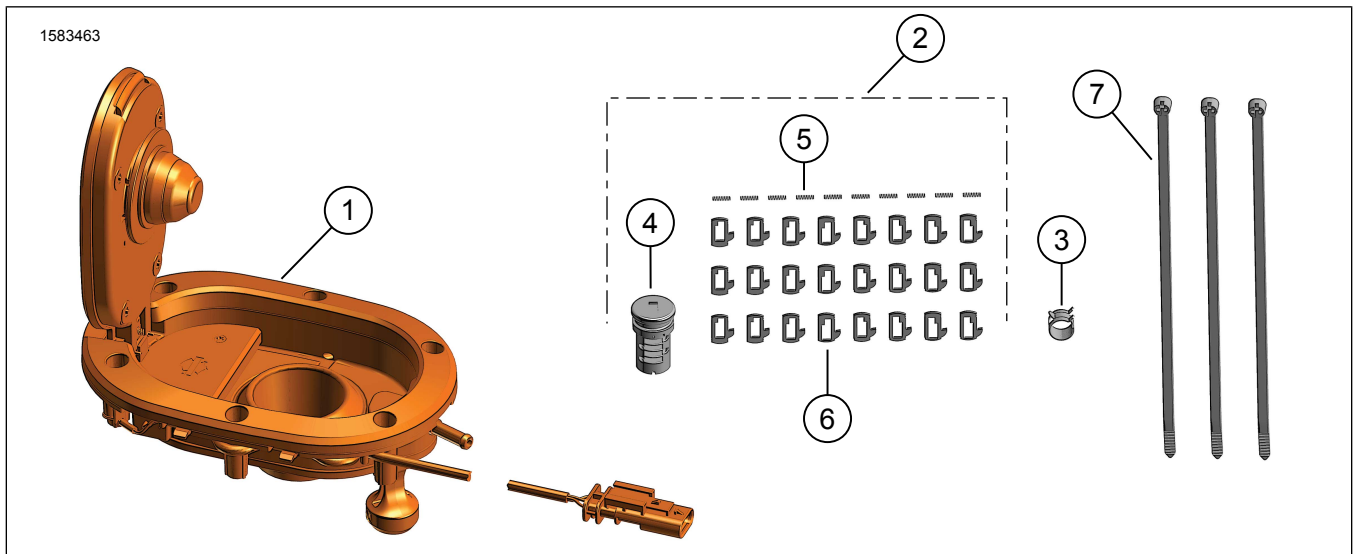
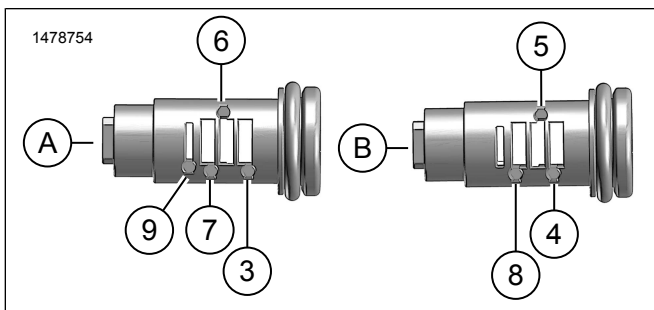

Figure 1. Contenu du kit : Bouchon de réservoir de carburant verrouillable rond
Figure 5. Emplacements d'installation du ressort et de la gorge
4. Voir la Figure 5. Installer les ressorts de gorge (5), se référer à Figure 1 , dans les trous aux postes 8, 5, 4, et 1 du côté (A) du sous-ensemble de cylindre.
5. Voir la Figure 5. Installer les gorges (6), voir Figure 1 , no 11-14 dans les postes 8, 5, 4 et 1 en fonction des numéros de gorge déterminés dans Tableau 3 .
6. Voir la Figure 5. Installer les ressorts de gorge (5), se référer à Figure 1 , dans les trous aux postes 2, 3, 6, et 7 du côté (B) du sous-ensemble de cylindre.
7. Voir la Figure 5. Installer les gorges (6), voir Figure 1 , no 21-24 dans les postes 2, 3, 6 et 7 en fonction des numéros de gorge déterminés dans Tableau 3 .
- Voir la Figure 1. Installer la bride de serrage (3) sur la conduite de vapeurs à l'endroit OE où celle-ci avait précédemment été retirée.